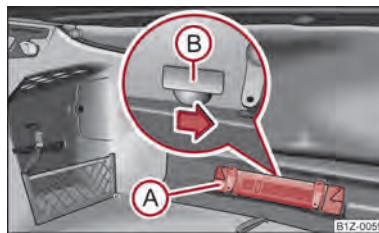

Fig. 16 Desbloqueo de emergencia de la tapa de maletero
- Saque el triángulo de advertencia (A) ⇒ fig. 16.
- Empujar la palanca de mando en el sentido de la flecha, a fin de desbloquear la tapa del maletero. La palanca de mando se encuentra debajo del paramento (B).